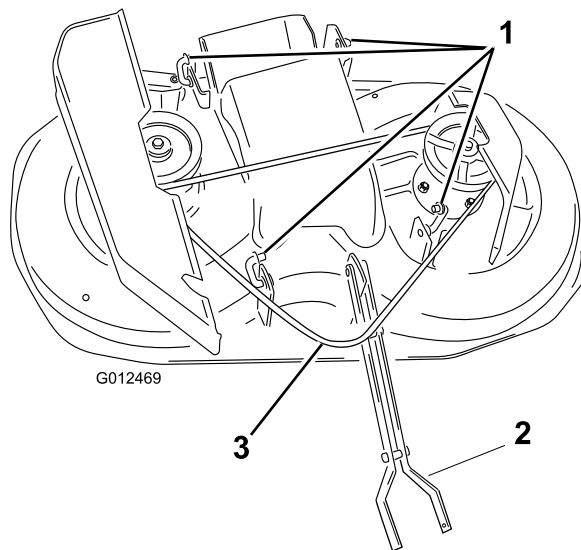

Bild 40
9. Nehmen Sie den Riemen von der Kupplungsscheibe ab (Bild 40).
11. Entfernen Sie die Stifte aus den vier Hecklenkern und nehmen die Lenker vom Traktor ab (Bild 40).
Hinweis: Die Lenker müssen nicht vom Mähwerk abgenommen werden, siehe (Bild 40).